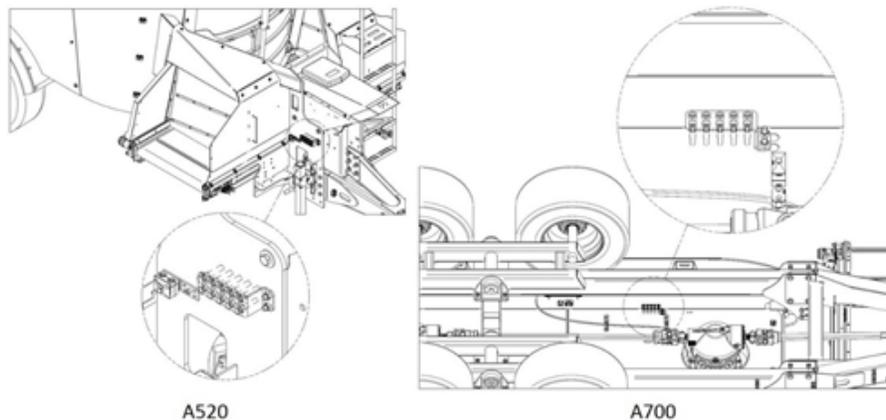

Figure 38 — Emplacement des boulons de sécurité sur les SMARTMIX A520 et A700
3. Installez un nouveau boulon (disponible sur le support des boulons de rechange) (Figure 38) (voir le Tableau 17 — Boulons de cisaillement de la prise de force (PTO) à l'Annexe A —
3. Installez un nouveau boulon (disponible sur le support des boulons de rechange) (Figure 38) (voir le Tableau 17 — Boulons de cisaillement de la prise de force (PTO) à l'Annexe A — Tableaux résumés de l'entretien des SMARTMIX" à la page 136) pour connaître le type de boulon de cisaillement à utiliser en fonction de votre modèle de mélangeur).